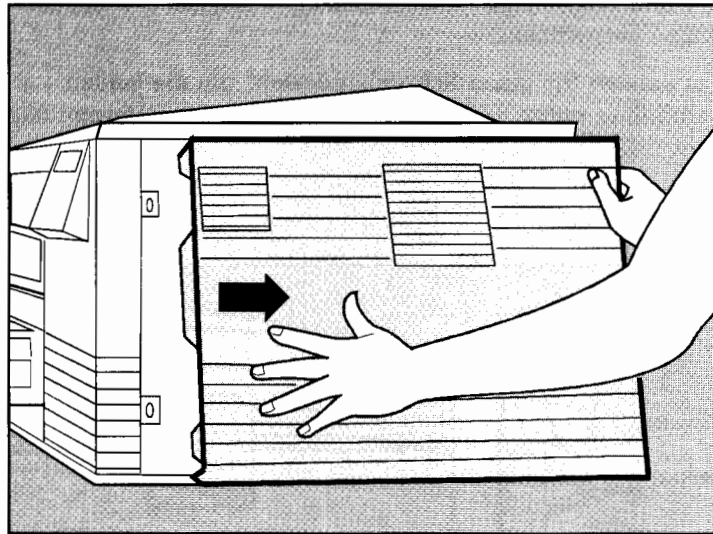

Abb. 1-3: Entfernen der Seitenabdeckung
6. Entfernen Sie die Seitenabdeckung, indem Sie sie nach rechts schieben (siehe Abb. 1-3).